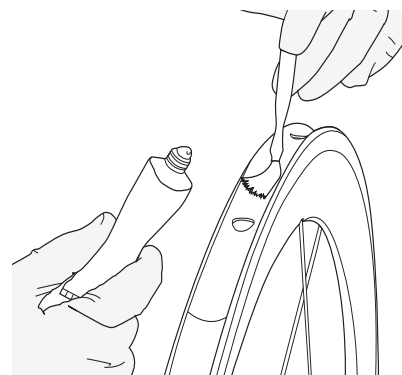

Figure 31. Appliquez une fine couche de colle sur le fond de la jante.
3. À l'aide du pinceau à acide, appliquez une fine couche de colle sur le fond de la jante, d'un bord à l'autre et sur toute la circonférence de celle-ci (Figure 31).